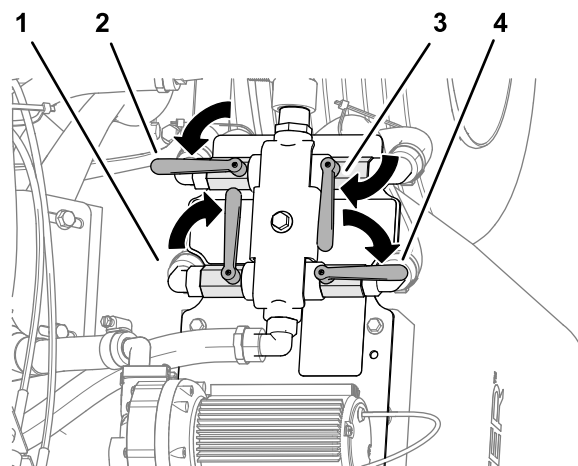

**Figure 37**
3. Desserrez le contre-écrou et ouvrez la vanne d'étranglement (Figure 37).